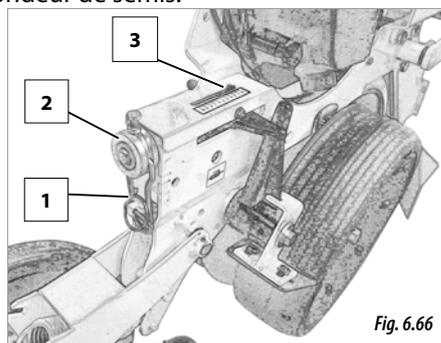

Fig. 6.66
- 1- Retirez la goupille (1, Fig. 6.66) pour libérer la manivelle (2, Fig. 6.66).
- 2- Tournez la manivelle pour atteindre la profondeur de semis souhaitée. Pour cela, aidez-vous de la jauge de profondeur (3, Fig. 6.66).
- 3- Après le réglage de profondeur, baissez la manivelle (2, Fig. 6.66) et placez la goupille (1, Fig. 6.66) pour établir la profondeur de semis.